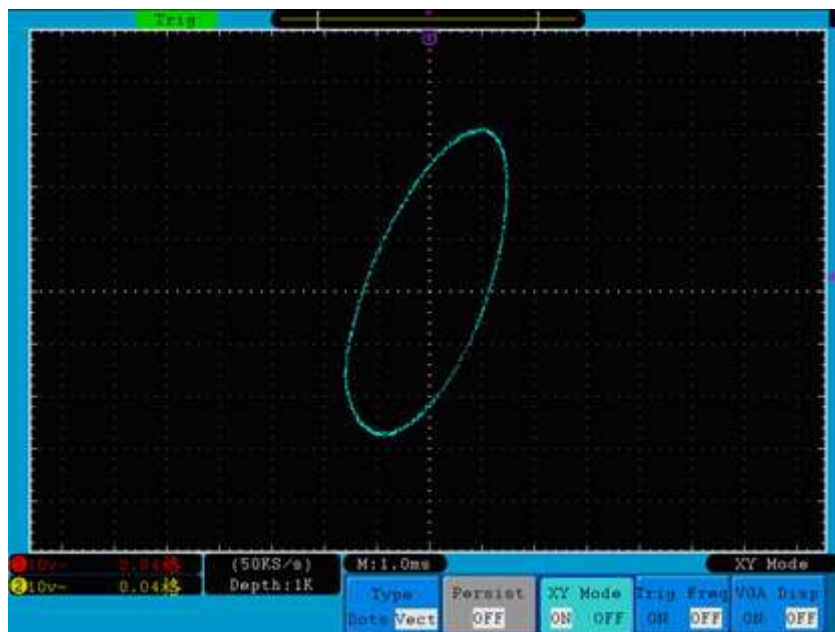

Figura 5-34 Modo de Exibição XY
2. Pressione o botão **H3** referente a 'XY Mode' para selecionar **ON**. O formato de exibição será alterado para o modo XY (veja *Figura 5-34*).